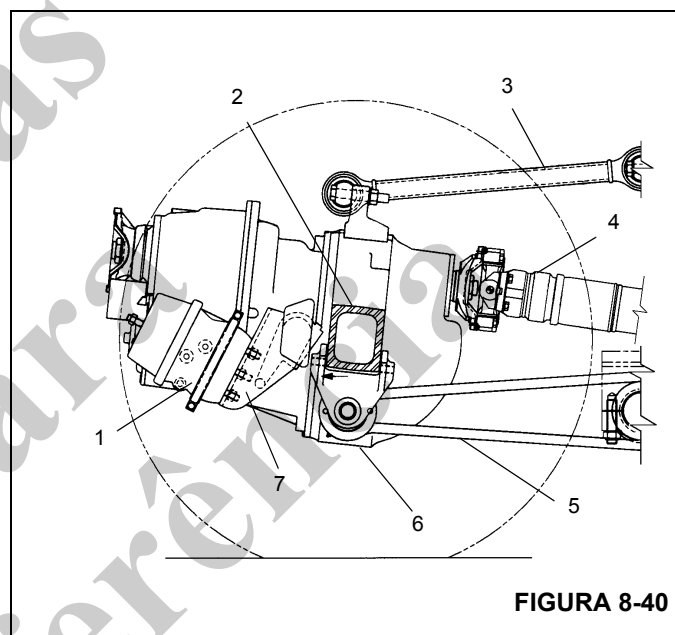

FIGURA 8-40
- Desparafuse a câmara do freio a ar do suporte de montagem e remova a câmara (consulte a Figura 8-40).